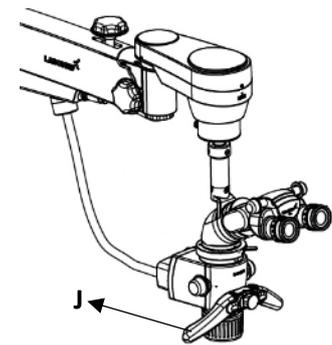

Fig. 46
2. La mise au point fine s'effectue grâce à la bague de mise au point fine CMO (E).
3. Le centrage absolu de la zone focalisée dans le champ de vision peut être effectué à l'aide des poignées manuelles (J). Réf. Fig. 46